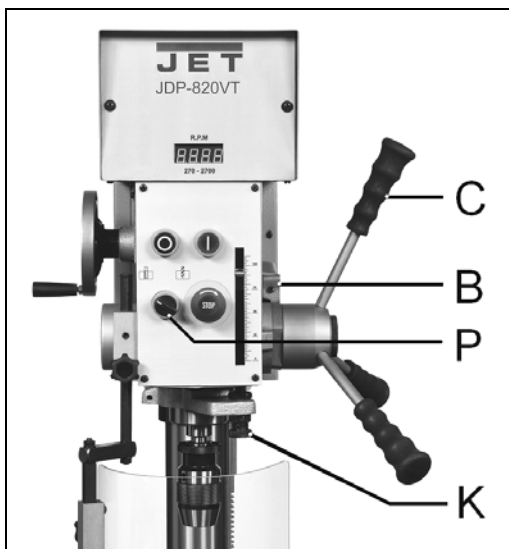

Fig 5
Pour un perçage de plusieurs trous de la même profondeur, utiliser la butée de profondeur (K, Fig 5).
1) Mettre le sélecteur (P, Fig 5) en position " tarauder".
2) Régler la butée de profondeur (K) à la profondeur de filet désirée.